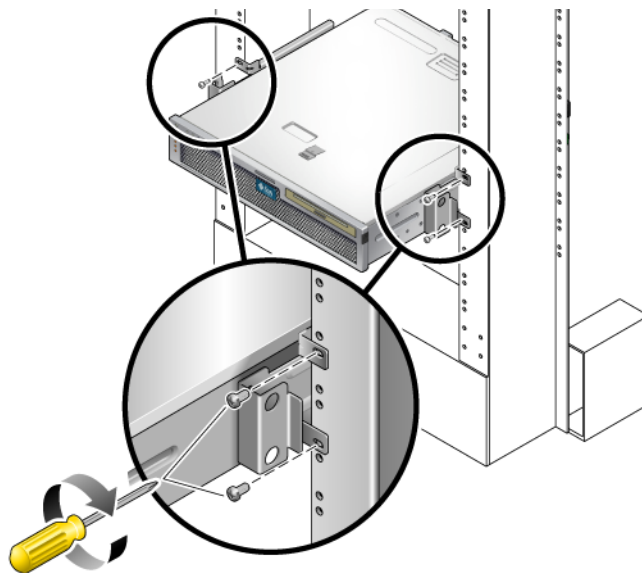

図 4-10 2 ポストラックへのサーバーの取り付けおよび固定
4. 各固定部品にねじを 2 本ずつ使用して、サーバー前面をラックの前面に固定します (図 4-10)。